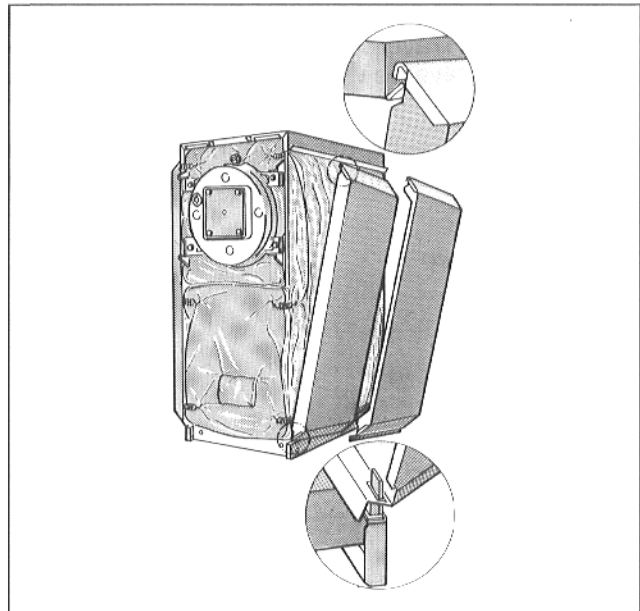

Abb. 14
- Hintere linke und rechte Seitenwand unten mit den 2 Schlitz in die Laschen der seitlichen Rahmenleisten einsetzen und oben in die Abkantung der seitlichen Kesselhaube einhängen (Abb. 14).
- Vordere linke und rechte Seitenwand bzw. mittlere Seitenteile unten mit den 2 Schlitz in die Laschen der seitlichen Rahmenleisten einsetzen und oben in die Abkantung der seitlichen Kesselhaube einhängen (Abb. 14).